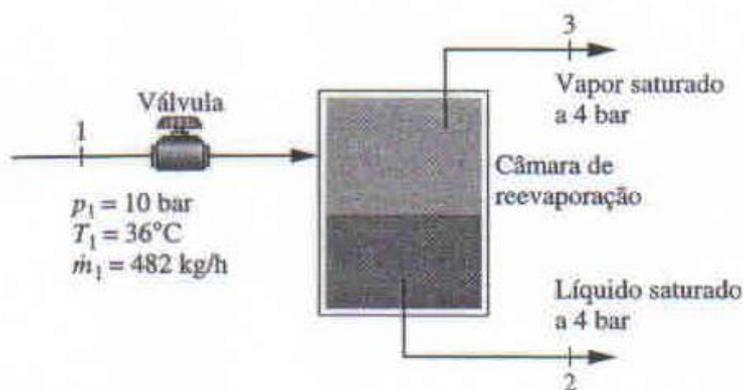

Figura P5.63
- 5.63 Refrigerante 134a entra em uma câmara de reevaporação mostrada na Fig. P5.63 operando em estado estacionário, a 10 bar, 36°C , com uma vazão mássica de 482 kg/h . Líquido saturado e vapor saturado saem como correntes separadas, cada uma a 4 bar. A transferência de calor para a vizinhança e os efeitos de energia cinética e potencial podem ser desprezados. Determine as vazões mássicas das correntes de saída, em kg/h .